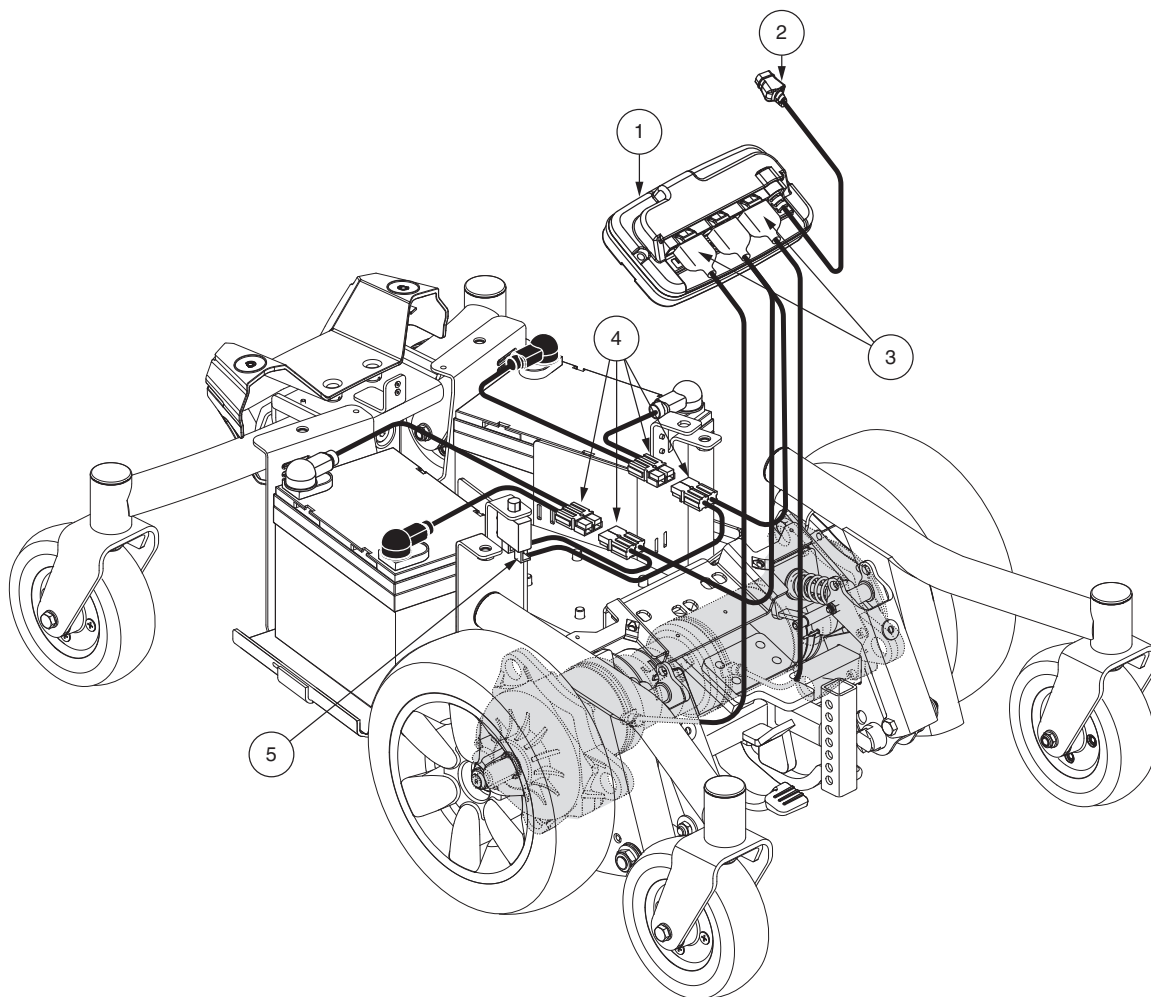

Figure 3. Composantes électroniques (Poteau de siège avec contrôleur GC3)
Les composantes électroniques sont situées soit à l'intérieur ou à l'extérieur de la base motorisée. Le disjoncteur du circuit principal est situé sur le devant de la base motorisée. Le module d'alimentation est sous le capot avant. Voir figure 3 et 4.
4. Branchez le câble du contrôleur dans le connecteur sur la base motorisée. Voir la figure 3 ou 4.
10. Branchez le câble du contrôleur dans le connecteur sur la base motorisée. Voir le figure 3 ou 4.